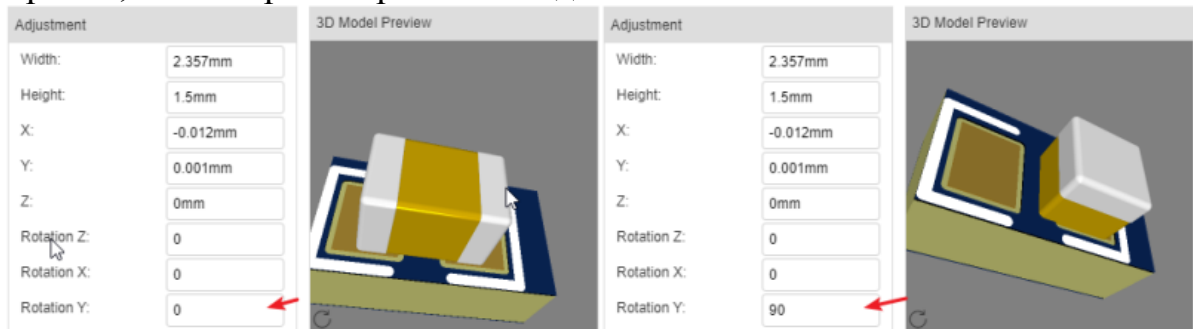

Рис.4.4 Вращение модели по оси Z
4. Настройка параметров. Например, вращение модели по оси Z (Рис.4.4).